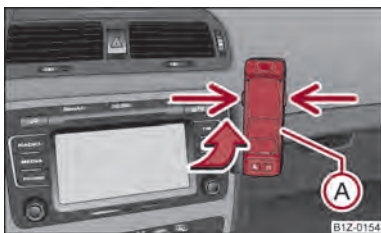

Fig. 111 Adaptare universală pentru telefon
- Împingeți mai întâi adaptorul (A) în sensul săgeții ⇒ fig. 111 în suport. Apăsăți ușor adaptorul pentru a vedea dacă s-a fixat.
- Așezați telefonul în adaptorul (A) (conform instrucțiunilor producătorului).
- Apăsăți simultan elementele de blocare laterale ale suportului ⇒ fig. 111 și scoateți telefonul cu adaptorul.